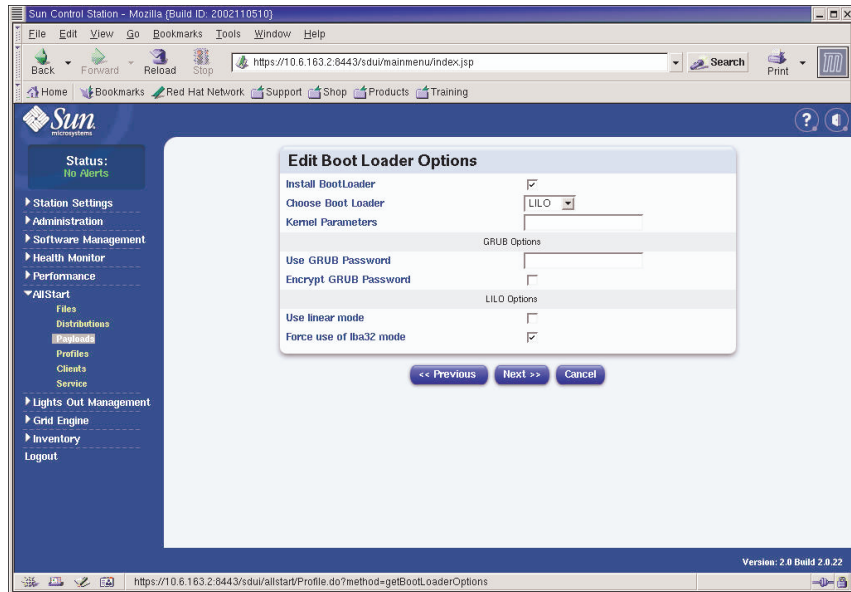

FIGURA 2-10 Finestra Edit Boot Loader Options (profili AllStart)
b. Nella finestra Edit Boot Loader Options, verificare che siano selezionate le seguenti opzioni obbligatorie (per un esempio, vedere la FIGURA 2-10). Al termine, fare clic su Next.